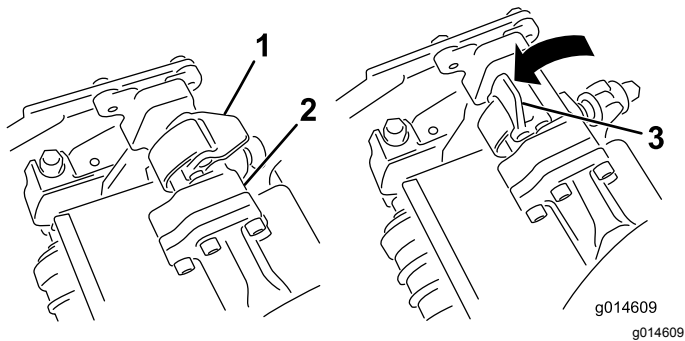

Figura 32
3. Con i fermi del braccio di sospensione rivolti verso l'alto (cioè aperti) (Figura 32), premete il braccio di sospensione verso il basso in modo che la barra si inserisca nella barra della parte superiore dell'apparato di taglio (Figura 33).
- 4. Chiudete i fermi spostandoli verso il basso e attorno alla barra dell'apparato di taglio, quindi bloccateli in posizione (Figura 32).
4. Aprite i fermi sulla barra del braccio di sospensione dell'apparato di taglio che state rimuovendo (Figura 32).